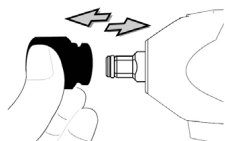

Fig. 1
1. Per installare la chiave a bussola, spingerla completamente nel mandrino guida (vedere Fig. 1).